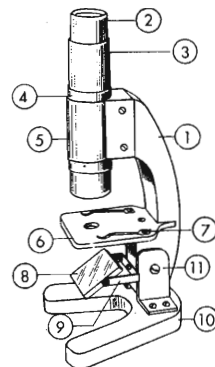
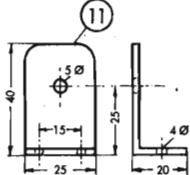

Fig. 283. Il nostro microscopio finito.
Fig. 289. Angolo per lo snodo.
Ritagliamo ora il supporto (1) ed il piede (10) in legno di spessore 18 mm. Nelle figure 283 e 286 si vede come la guida (4) viene fissata sul supporto, e cioè con una « cravatta » (5) di lamiera avvitata con quattro viti. Il supporto in questo punto viene sagomato con la lima per arrotondarlo in concavità. Naturalmente, quando il tubo è di cartone, basta incollarlo nella medesima posizione.
Infine formiamo i due angoli (11) di ferro piatto 25×2 mm, smussandone gli angoli con la lima e facendo i fori nei punti indicati (fig. 289). Questi angoli vengono collegati col supporto mediante un bullone 30×5 mm ed un dado a galletto, e fissati sul piede (10) con quattro viti (fig. 283). Allentando il dado, lo strumento può così essere inclinato a piacere per rendere più agevole l'osservazione, come si vede in tavola XVI. I tubi (3) e (4) vengono tinti internamente con inchiostro di china, le parti in legno, dopo pulitura con carta vetrata, e le parti esterne di metallo, con vernice opaca nera.